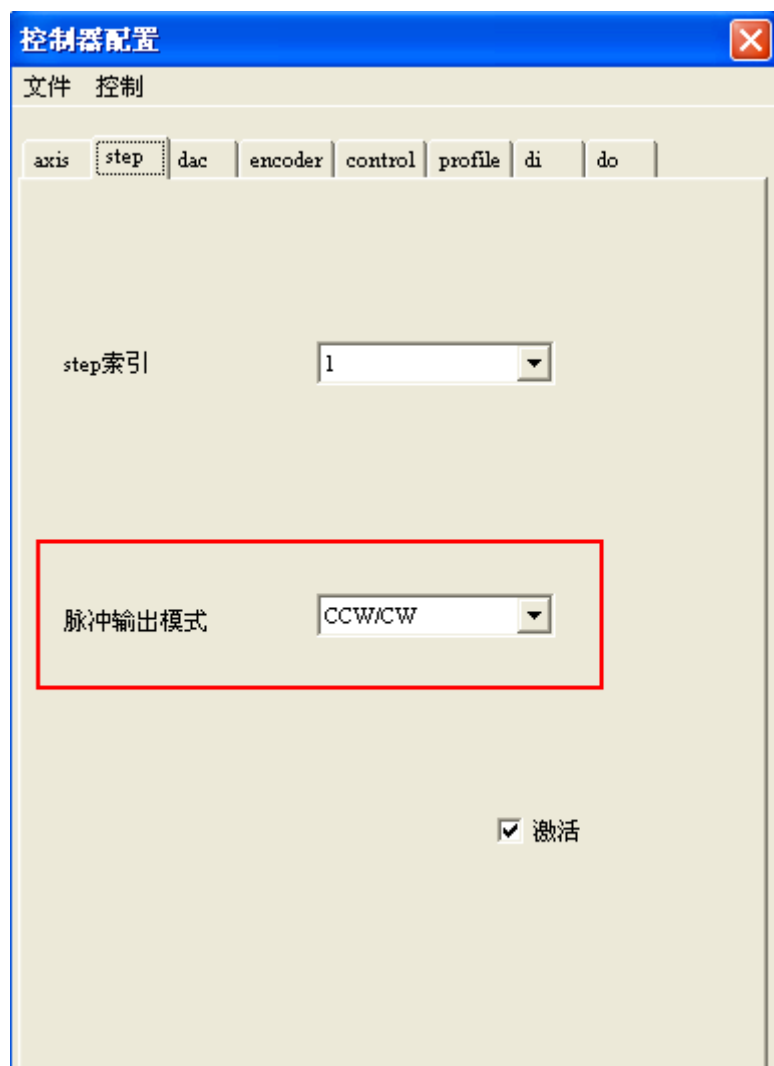

图 4-7 “正负脉冲”设置
- (4) 若驱动接收的是“正负脉冲”，则需要在“step索引”下拉框切换脉冲输入模式为“CCW/CW”，如图4-7所示：